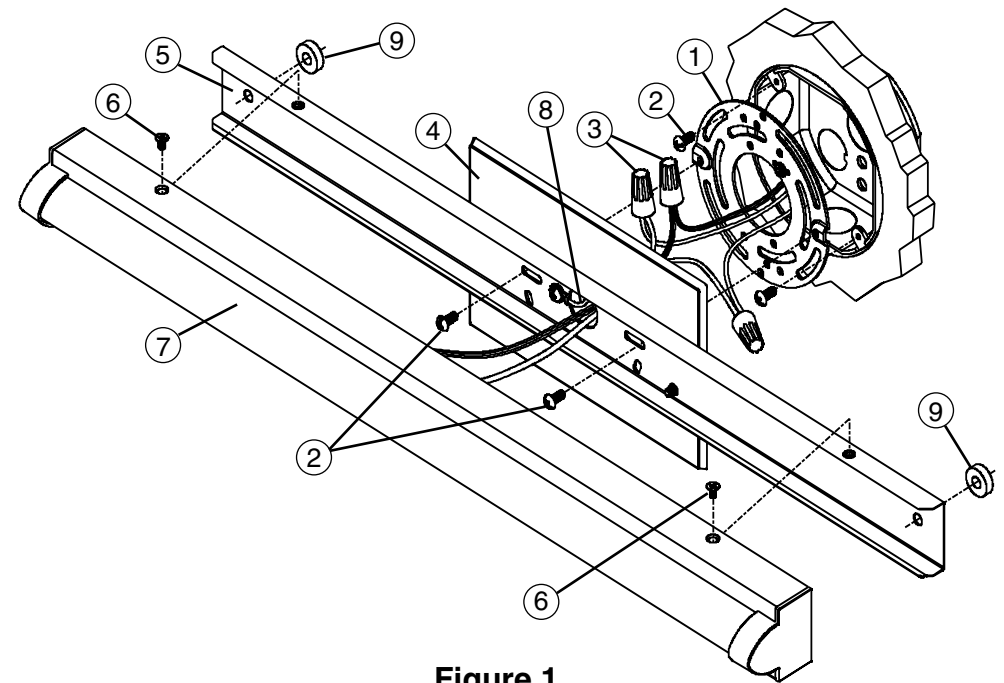
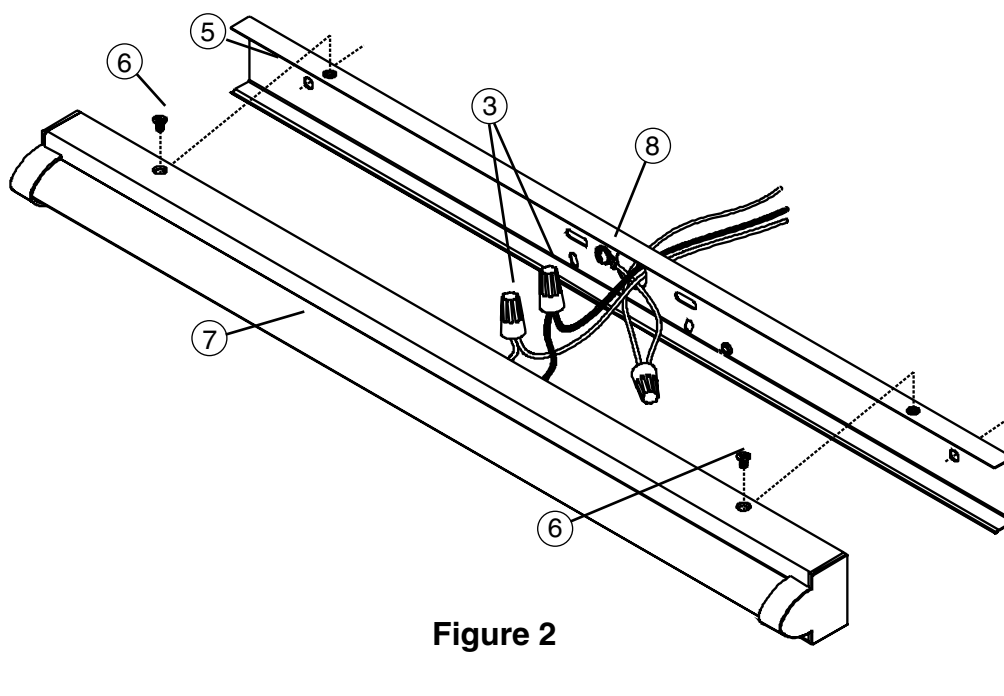
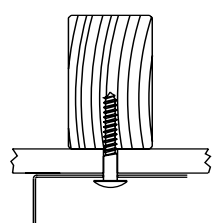
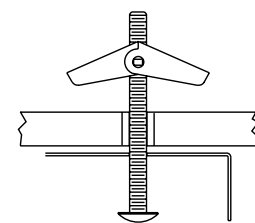

Figure 1
Figure 2
Figure 3
Figure 4
2. Retirer les deux vis (6) des côtés du boîtier (7) et le séparer de la plaque arrière (5).
3. Couper l'alimentation au niveau du disjoncteur et passer les câbles d'alimentation au centre de la plaque de montage (1). Le luminaire convient aux installations au mur ou au plafond. Il est possible de connecter les câbles dans le boîtier et le luminaire peut être installé sans pavillon (4) si le boîtier de raccordement n'est pas disponible et si les règlements locaux le permettent. Pour installer le luminaire sans le pavillon (4), voir l'étape 4b.
- 4a. Attacher la plaque de montage (1) au boîtier de raccordement en utilisant les vis de 1/2 po (2) pour que deux trous filetés s'alignent avec les trous de la plaque arrière (5) pour une installation verticale ou horizontale. Voir la figure 1.
- 5a. Pour soutenir les luminaires plus grands, tenir la plaque arrière (5) contre la surface de montage à l'emplacement désiré et marquer l'emplacement des trous de montage extérieurs de 1/4 po de Ø. Perceur un orifice pilote de 1/8 po de Ø à chaque emplacement.
- 6a. Si la perceuse atteint un clou ou une solive de plafond, utiliser des vis à bois (non incluses) et des supports d'espacement (9) pour sécuriser l'assemblage de plaque arrière (5) après avoir terminé les raccordements centraux. Voir la figure 3.
Si la perceuse n'atteint pas de clou ou de solive de plafond, agrandir les trous de manière à pouvoir y insérer un boulon (non inclus). Installer le boulon dans la plaque arrière (5), un support d'espacement puis les vis avant d'effectuer les raccordements centraux. Voir la figure 4.
- 7a. Faire passer les fils du luminaire et de mise à la terre à travers le pavillon (4) et positionner le boîtier (7) et la plaque arrière (5) près de la boîte de raccordement.
- 8a. Utiliser les capuchons de connexion (3) pour connecter le fil de mise à la terre vert (9) au fil de de mise à la terre cuivre nu, puis relier le câble du luminaire noir au câble d'alimentation noir et le câble du luminaire blanc au câble d'alimentation blanc. Repousser soigneusement en place les fil connectés dans le boîtier de raccordement. Voir la figure 2.
- 9a. Séparer le boîtier (7) et maintenir la plaque arrière (5) contre la surface de montage. Si des vis à bois et des supports d'espacement (9) ou des écrous préinstallés, des supports d'espacement (9) et des vis sont utilisés, les insérer dans les avant-trous.
- 10a. Installer deux vis de 1/2 po de longueur (2) dans les fentes de la plaque arrière (5) puis dans les trous filetés de la plaque de montage (1). Maintenir le luminaire à niveau, serrer ces vis et les écrous jusqu'à ce que le luminaire soit fixé. Voir la figure 1.
- 4b. Si les règlements locaux le permettent et s'il n'y a pas de boîtier de raccordement, le luminaire peut être installé sans pavillon (4) en retirant les vis retenant le pavillon (4) à la plaque arrière et en laissant le pavillon (4) de côté.
- 5b. Couper l'alimentation au niveau du disjoncteur. Positionner la plaque arrière (5) contre la surface de montage, puis passer le câble d'alimentation par le centre. Marquer l'emplacement des trous extérieurs de 1/4 po de Ø de la plaque de montage, puis percer un orifice pilote de 1/8 po de Ø à chaque emplacement.
- 6b. Si la perceuse atteint un clou ou une solive de plafond, utiliser des vis à bois (non incluses) pour fixer la plaque arrière (5) après avoir terminé les raccordements. Voir la figure 3.
Si la perceuse n'atteint pas de clou ou de solive de plafond, agrandir les trous de manière à pouvoir y insérer un boulon (non inclus). Installer le boulon à travers la plaque arrière, puis insérer la vis avant de terminer les raccordements. Jeter les supports d'espacement (9); voir la figure 4
- 7b. Installer un serre-câble approprié (non inclus) dans le trou du centre de 7/8 po de Ø de la plaque arrière (5). Prévoir un espace suffisant dans la surface de montage pour encastrer le serre-câble.
- 9b. Insérer les vis à bois ou les boulons préinstallés dans les trous de montage déjà percés. Maintenir le luminaire à niveau, serrer les vis ou les boulons jusqu'à ce que le luminaire soit bien fixé. Voir la figure 1.
- 10b. Utiliser les capuchons de connexion (3) afin de connecter le fil de mise à la terre vert (8) avec le fil de mise à la terre cuivre, puis connecter le câble du luminaire noir au câble d'alimentation noir et le câble du luminaire blanc au câble d'alimentation blanc. Voir la figure 2.
11. Sans pincer les câbles, positionner le boîtier d'assemblage (7) par-dessus la plaque arrière (5) en l'alignant avec les trous de montage. Insérer les vis à tête plate (6) et serrer.
- 4a. Attach Mounting Plate (1) to junction box using 1/2" long screws (2) so that two threaded holes align with slots in the Backplate (5) for horizontal or vertical installation. See Fig. 1.
- 5a. To support longer length fixtures, hold the Backplate (5) against the mounting surface in the desired location and mark the location of the Ø1/4" outer mounting holes. Drill 1/8" Ø pilot hole at each location.
- 6a. If drill encounters a stud or joist, use wood screw(s) (*not supplied*) and Spacers (9) to secure the Backplate Assembly (5) after completing wire connections. See Fig. 3.
If drill does not encounter a stud or joist, enlarge the holes to accommodate toggle nuts & bolts (*not supplied*). Install the bolt(s) through the Backplate (5), a Spacer (9) then the toggle nut before making wire connections. See Fig. 4.
- 7a. Feed the fixture and ground wires through the Canopy (4) and position the Housing (7) and Backplate Assemblies (5) near the junction box.
- 8a. Use Wirenuts (3) to connect the Green Ground Wire (9) to the bare copper ground wire, then connect the black fixture wire to the black power supply wire and the white fixture wire to the white power supply wire. Carefully push the wires back into the Junction Box. See Fig. 2.
- 9a. Separate the Housing (7) and hold the Backplate Assembly (5) against the mounting surface. If using wood screw(s) and Spacers (9) or the pre-installed toggle bolt(s), Spacers (9) and nut(s), insert them into the pre-drilled mounting holes.
- 10a. Install two 1/2" long screws (2) through slots in the Backplate (5) into the threaded holes in the Mounting Plate (1). Hold the fixture level, tighten these screws and the toggle bolts until the fixture is secure. See Fig. 1.
- 4b. If codes permit and there is no junction box, the fixture can be installed without the Canopy (4) by removing the screws holding the Canopy (4) to the Backplate (5) and setting the Canopy (4) aside.
- 5b. Turn the power off at the circuit breaker box. Position the Backplate (5) against the mounting surface, centered over the supply wire entry location. Mark the location of the 1/4" Ø outer mounting holes then drill 1/8" Ø pilot holes at each location.
- 6b. If drill encounters a stud or joist, use wood screw(s) (*not supplied*) to secure the Backplate (5) after completing wire connections. See Fig. 3.
If drill does not encounter a stud or joist, enlarge the holes to accommodate toggle nut(s) & bolt(s) (*not supplied*). Install the bolt(s) through the Backplate, then the toggle nut(s) before completing wire connections. Discard Spacers (10) See Fig. 4.